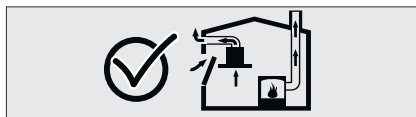

Fig. 3
- Pertanto, un adeguato apporto di aria fresca all'ambiente deve essere sempre garantito. Fig. 3